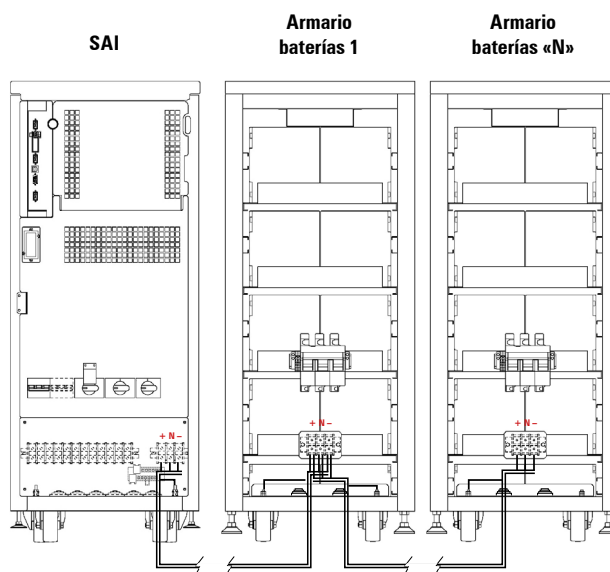

Fig. 35. Ejemplo de conexión entre SAI y dos armarios de baterías.
(X10) del SAI y el otro a los bornes (X47), (X49), (X48) y (X10) del módulo de baterías, respetando la polaridad indicada en el etiquetado de cada elemento y en este manual, así como el color de los cables (rojo para positivo, negro para negativo, azul para la toma media (N) y verde-amarillo para toma de tierra), ver Fig. 35.